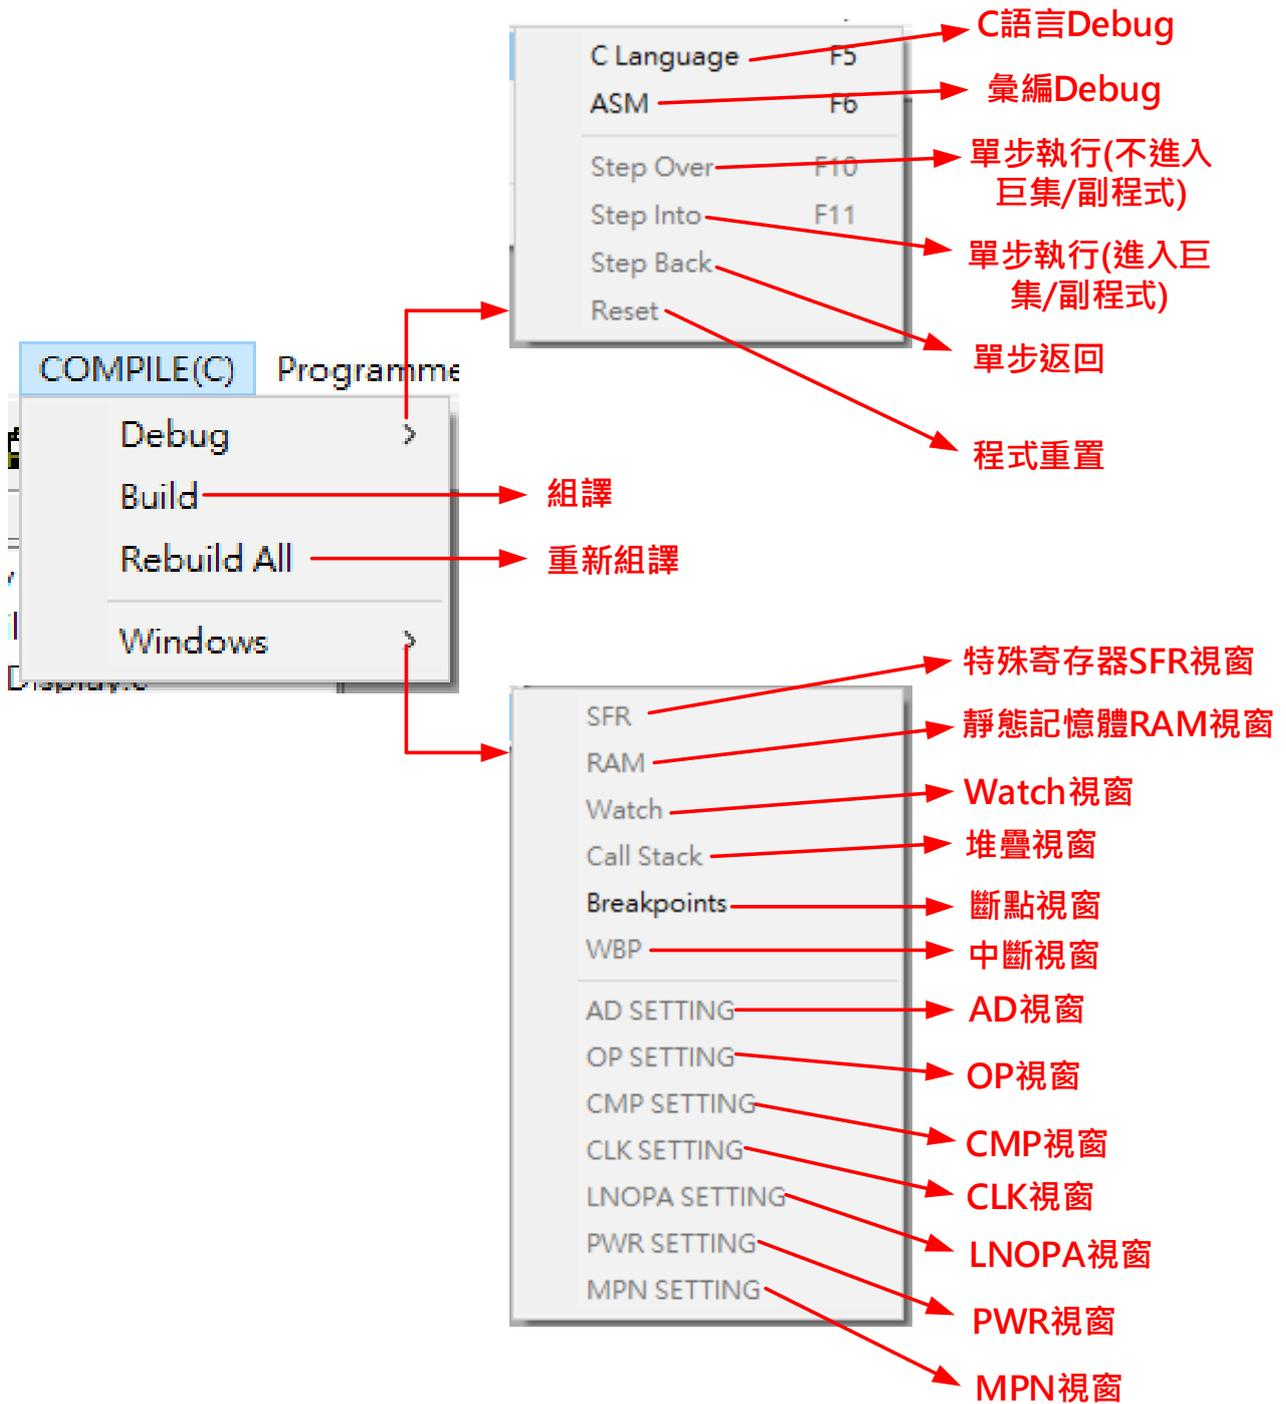
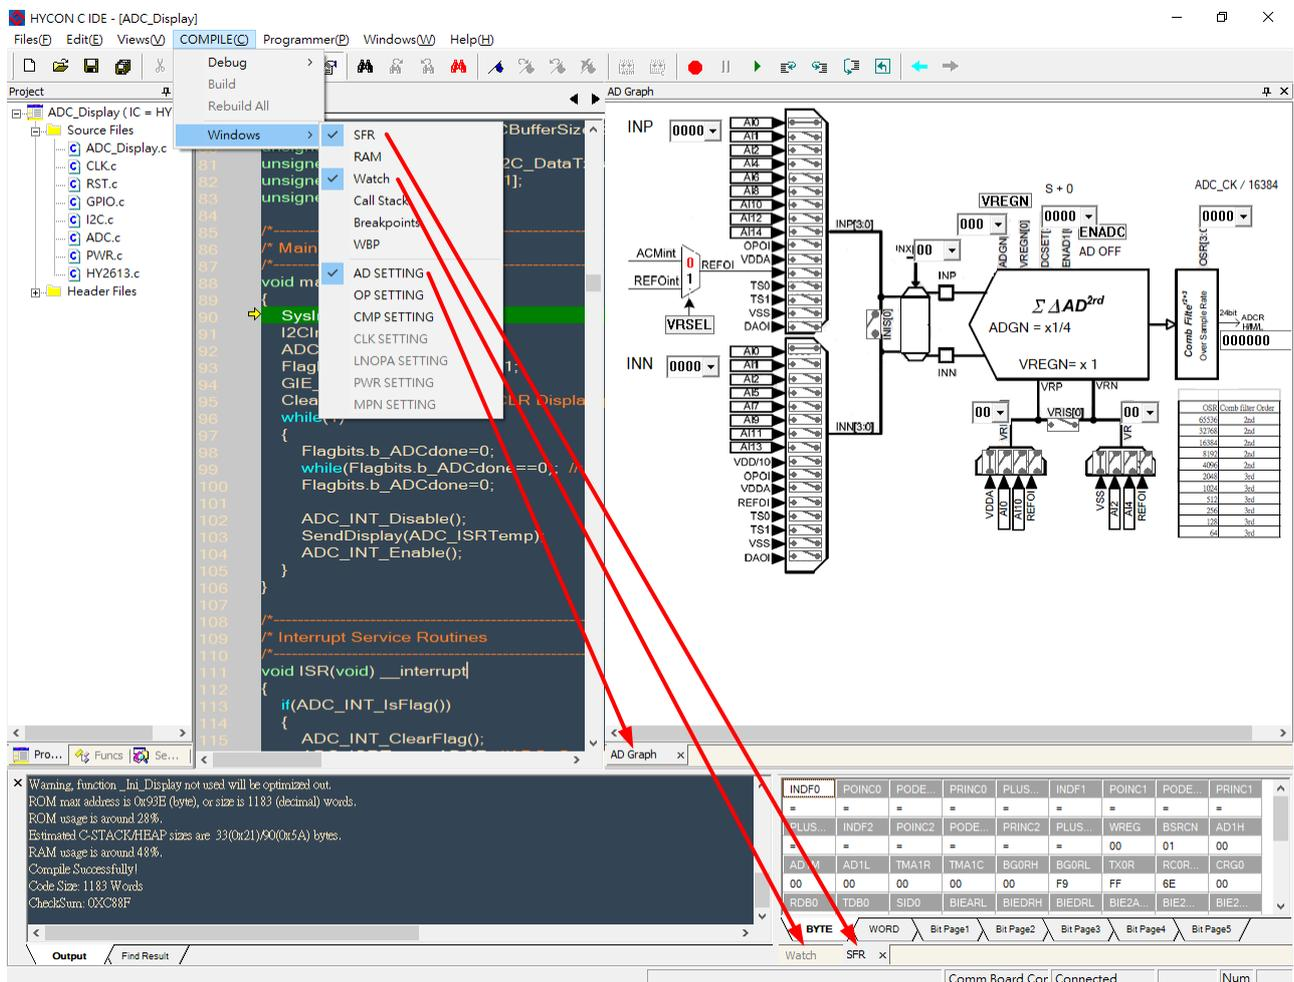

图 2-4
图 3-15
- 当点击命令菜单栏 'COMPILE' 出现选择画面，如图 2-4。
- Debug 界面相关设置视窗，可在菜单栏“COMPILE”选择，点选“Windows”可自行增加/删减 Debug 相关设置视窗，如图 3-15。选项设置说明可参考图 2-4。